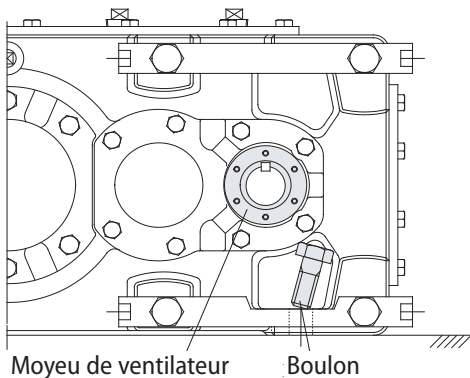

Fig. 5
3. Monter le réducteur avec les boulons de fixation (fig. 5).